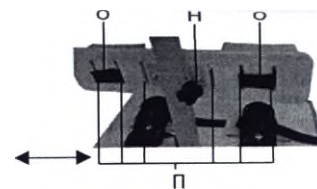

Рис.8
3) Регулировка положения креплений для коленей/голеней (рис.8)
Регулировка креплений для коленей/голеней (в размерах 1, 2) по высоте осуществляется аналогично регулировке абдуктора по высоте: перемещением кронштейна (Н) по опорной стойке (рис.8). Для регулировки креплений для коленей/голеней по ширине необходимо переставить ремни (О) с застежками типа «велкро» влево-вправо в парные пазы (П) (рис.8)